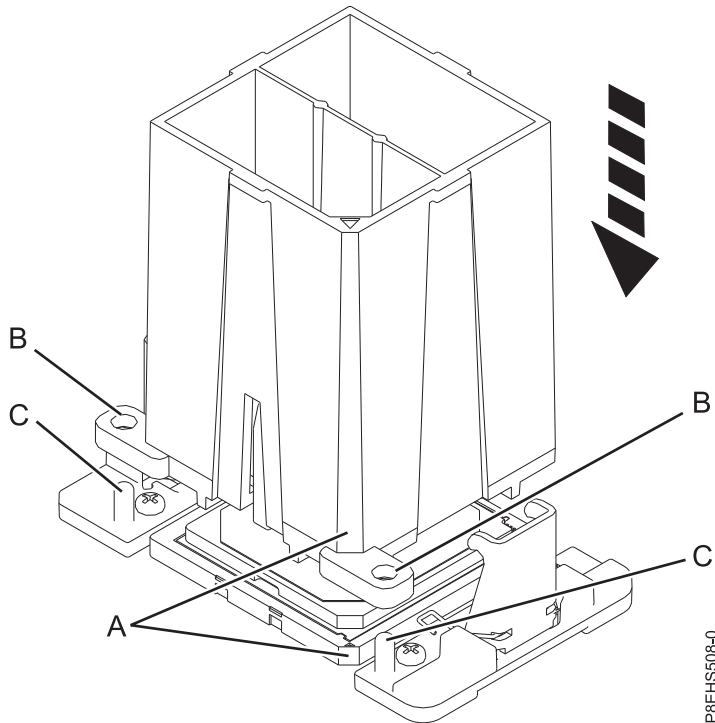

Figura 183. Cómo bajar la herramienta de extracción en el módulo del procesador del sistema
- a. Utilizando la herramienta de extracción suministrada (número de pieza 01AF101), alinee la esquina biselada (**A**) de la herramienta sobre la esquina biselada del módulo del procesador del sistema tal como se muestra en Figura 183 en la página 163.